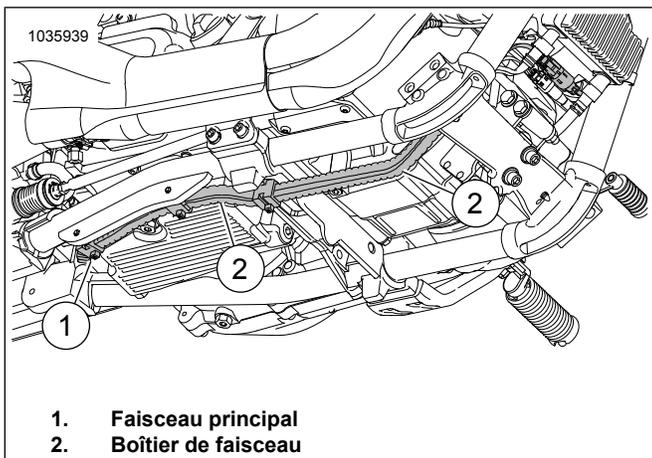

Figure 44. Boîtier de faisceau
14. Voir Figure 44. **Capteur d'oxygène avant (câble de faisceau long)** :
- Localiser le faisceau principal (1) menant au boîtier de faisceau (2).
- Acheminer le faisceau le long du boîtier du faisceau principal (2), vers le connecteur de capteur d'oxygène avant.
- Fixer le faisceau sur le côté intérieur du boîtier de faisceau (2) avec serre-câbles selon les besoins.